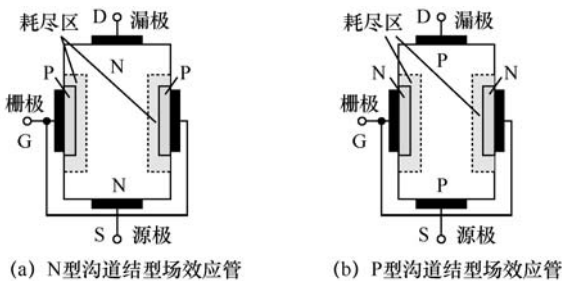

图 5-5 结型场效应管的结构示意图
1) 结型场效应管的结构 JFET 的结构示意图如图 5-5 所示。	图 5-5 (a) 是在一块 N 型硅半导体基片两侧扩散两层高掺杂的 P 型区，从两个 P 型区引出两个电极连在一起，称为栅极 (G)。在 N 型硅半导体基片另外两端引出两个电极，分别称为源极 (S) 和漏极 (D)。P 区和 N 区之间形成耗尽区 (层)，耗尽区宽度主要在 N 区一侧，由于耗尽区不导电，因此在漏极和源极间电压 (U_{DS}) 的作用下，N 区中的多数载流子 (即电子) 只能沿两个耗尽区之间的狭长路径 (N 型导电沟道) 自源极向漏极运
JFET 的结构示意图如图 5-5 所示。
动, 形成漏极电流 (I_D)。这种结构称为 N 型沟道结型场效应管。用类似的方法可以制成 P 型沟道结型场效应管, 如图 5-5 (b) 所示。